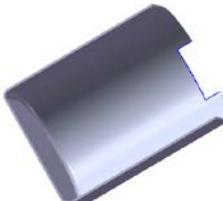
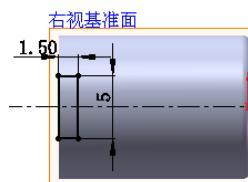

图 4.14 切除—拉伸 1
图 4.15 横断面草图
(3) 定义法兰参数。
① 定义法兰角度值。在 **角度(G)** 区域的  文本框中输入角度值 90.0。
② 定义长度类型和长度值。在“边线—法兰”对话框 **法兰长度(L)** 区域的  下拉列表中选择 **给定深度** 选项，在  文本框中输入深度值 15.0。在此区域中单击“内部虚拟交点”按钮 。
③ 定义法兰位置。在 **法兰位置(N)** 区域中，单击“折弯在外”按钮 。
(4) 单击  按钮，完成边线—法兰 1 的创建。
Step4. 创建图 4.14 所示的切除—拉伸 1。
(1) 选择命令。选择下拉菜单 **插入(I)** → **切除(C)** → **拉伸(E)...** 命令。
(2) 定义特征的横断面草图。选取右视基准面作为草图平面，绘制图 4.15 所示的横断面草图。